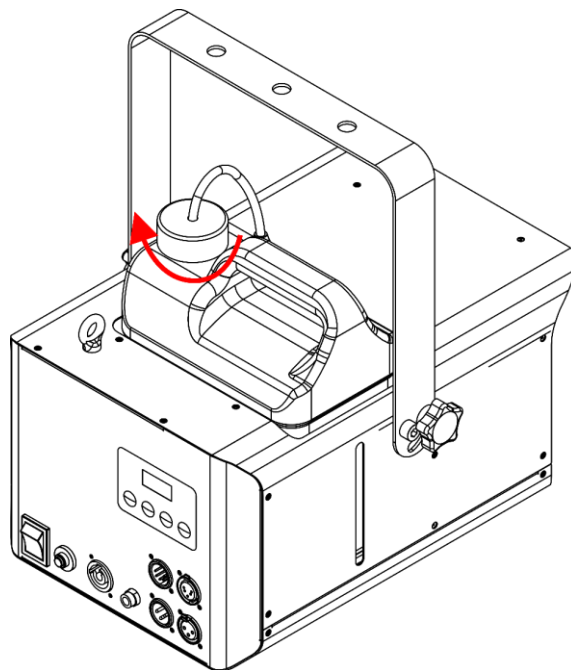

Fig. 19
- 08) Vuelva a enroscar la tapa del depósito de líquido, como se muestra en la Fig. 19.